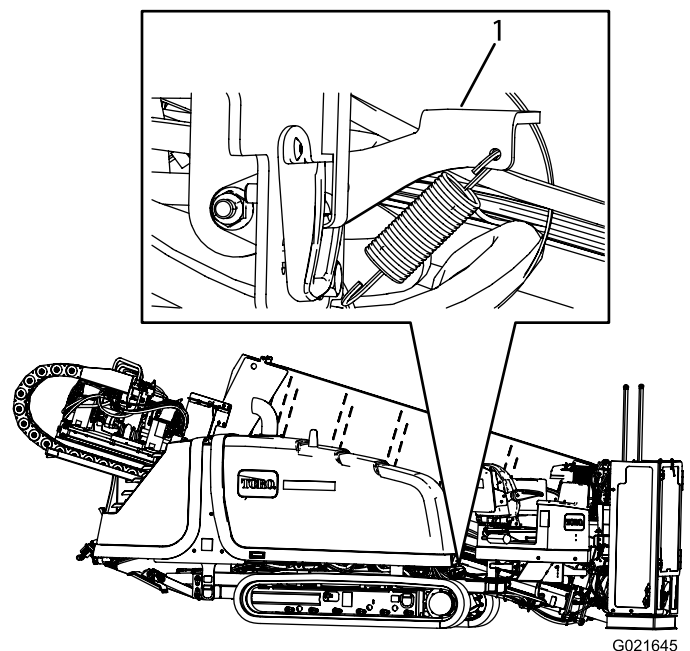

Figure 58
2. Appuyez sur le verrou du capot, comme montré à la Figure 58.